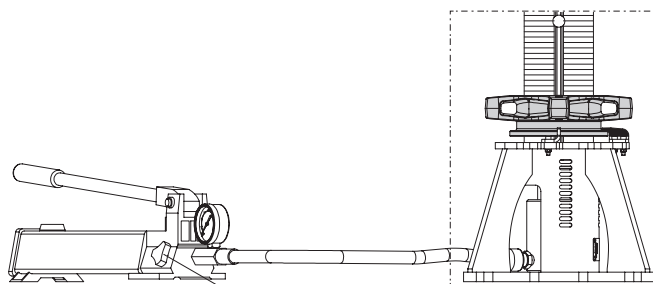

Fig. A5.07
5. Aprire con cautela la valvola della pompa (**11.3**) e controllare l'indicatore di carico sul manometro. Il cilindro si ritrae e viene abbassato con il dado di regolazione e il puntello di max. 10 mm. (Fig. A5.07 + A5.07a)